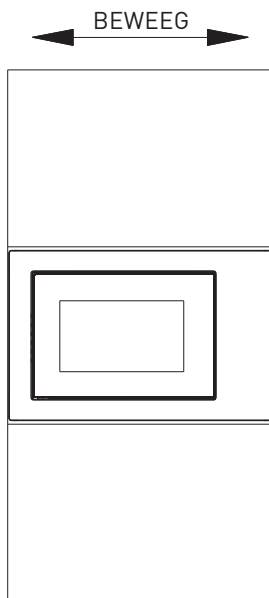

Fig.3
c) Verplaats het product parallel in de keukenkast in de richting van de pijl in de afbeelding en zorg ervoor dat het gecentreerd blijft. (Fig.3)